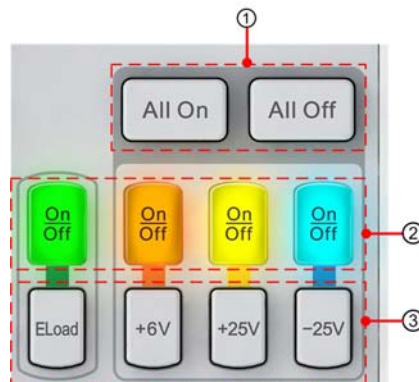

图 2.3 通道设置键区
通道设置键区见图 2.3，按键功能说明见表 2.3。
在DCP8325L前面板按下如图 2.3 标注③所示的通道选择键，选中须配置参数的通道。选中通道的显示区呈高亮状态；未选中通道的显示区呈灰暗状态，如图 4.1 所示。
用户可开启或关闭通道的输出。在DCP8325L前面板上按下如图 2.3 标注②处所示的通道开启/关闭键（On/Off键），可开启或关闭通道输出。开启通道输出后，键灯亮，关闭通道输出后，键灯灭。如图 4.2 所示，开启了+25V通道输出，键灯亮。
- 按下All On键（如图 2.3 的标注③处所示），仪器会提示用户是否开启所有通道的输出，用户确认后，所有电源通道处于输出状态，各通道的键灯也会亮；如果用户不确认，则仪器返回原状态；
- 按下All Off键（如图 2.3 的标注③处所示），则直接关闭所有电源通道的输出，各通道对应的键灯熄灭。